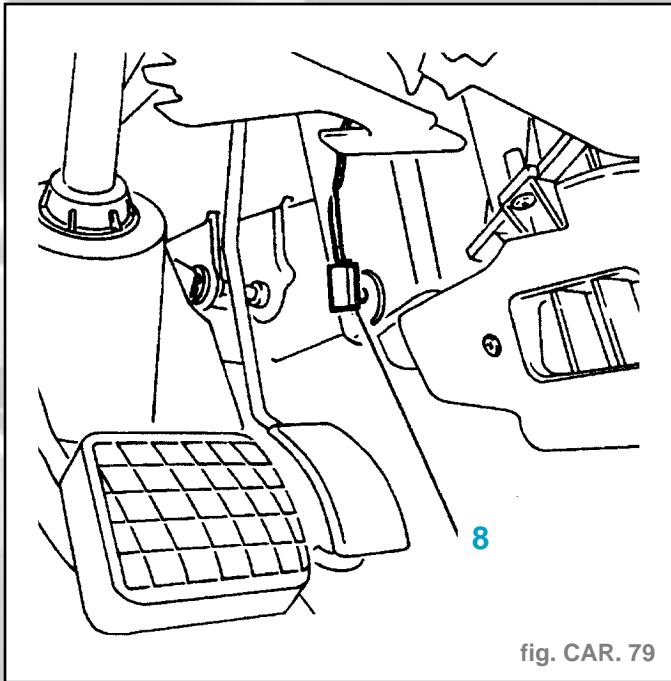

fig. CAR. 79
- (8) Thermistance d'eau (régulation de la température d'habitacle) (fig. CAR. 79).